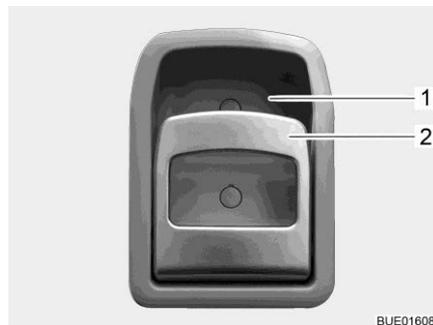

Fig. 34 Serrure de la porte (porte cellule à l'intérieur)
- Tirer sur la poignée (Fig. 34,2). La serrure de la porte se déverrouille et s'ouvre.
- Appuyer sur la poignée (Fig. 34,2) en haut en direction de l'évidement (Fig. 34,1) dans lequel elle repose. La serrure de la porte se verrouille.